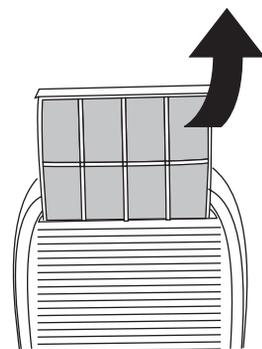

fig. 5
- Per togliere il filtro dell'aria, estrarlo dalla sua sede tirando come mostrato nella Fig. 5.